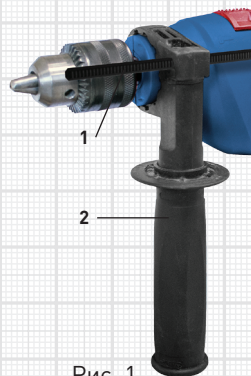

Рис. 1
- Перед работой всегда устанавливайте на ударную дрель дополнительную рукоятку 2 (рис.1), чтобы надежно удерживать инструмент двумя руками. Положение дополнительной рукоятки можно изменять для удобного применения инструмента в любом положении:
Для сверления отверстий заданной глубины вставьте ограничитель глубины сверления 1 (рис. 1) в отверстие рядом с креплением дополнительной рукоятки и отрегулируйте его положение, используя мерную шкалу.